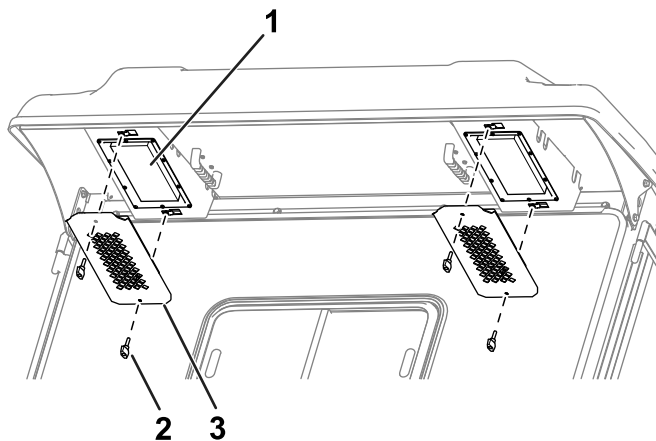

Figura 89
1. Retire los pomos y las rejillas del reborde trasero de la cabina (Figura 89).
4. Utilice los pomos y las rejillas para instalar los filtros en la cabina (Figura 89).